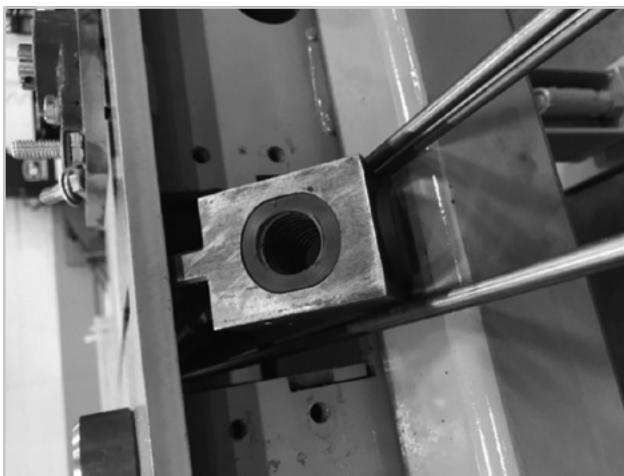

Figure 81
11. Insérer le nouvel écrou ACME en penchent vers le côté opposé (figure 81)